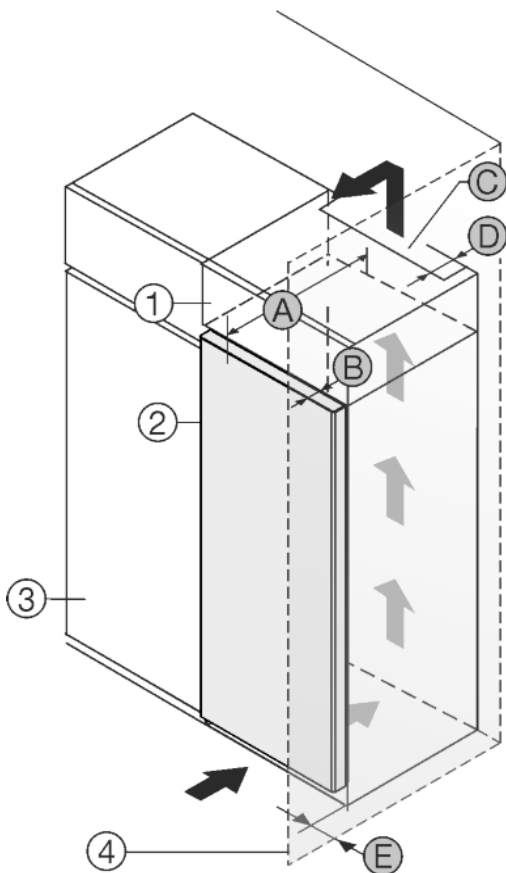

Fig. 1
Apparaat direct naast de keukenkast Fig. 1 (3) opstellen.*
Aan de achterzijde van de opzetkast moet een luchtafvoerkanal met de diepte Fig. 1 (D) over de volledige breedte van de opzetkast aanwezig zijn.
Onder het plafond moet de ventilatie doorsnede Fig. 1 (C) worden aangehouden.
Wanneer het apparaat met de scharnieren naast een wand Fig. 1 (4) wordt geplaatst, moet de afstand tussen het apparaat en de wand minimaal 40mm bedragen. Dit komt overeen met de uitsteekmaat van de handgreep bij geopende deur.